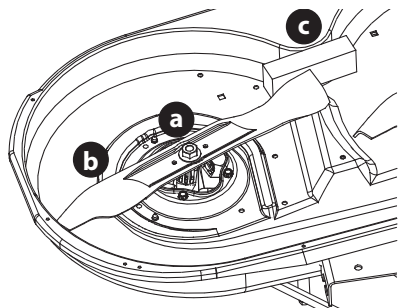

Figura 58
- Coloque un bloque de madera (c) entre el alojamiento de la plataforma y el borde de corte de la cuchilla (b) para ayudar a aflojar la tuerca hexagonal (a) que fija la cuchilla (b). Utilice una llave de 15/16 pulgadas para aflojar la tuerca hexagonal (a) (Figura 58).